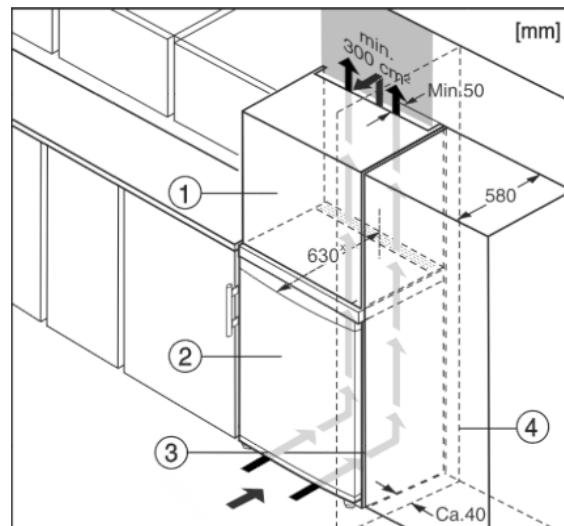

Fig. 10
Устройство может быть окружено кухонными шкафами. Чтобы уравнять устройство Fig. 10 (2) по высоте с кухонной стенкой, можно установить над устройством дополнительный шкафчик Fig. 10 (1).
При комбинировании с кухонными шкафами (глубина макс. 580 мм) устройство можно установить непосредственно рядом с кухонным шкафом Fig. 10 (3). Устройство выступает сбоку на 34 мм^x и по центру на 50 мм^x относительно передней стенки кухонного шкафа.
Если устройство установлено на шарнирах у стены Fig. 10 (4), то расстояние между устройством и стеной должно быть не менее 40 мм. Настолько выступает ручка при открытой дверце.